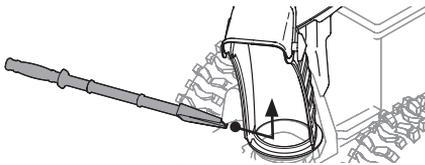

Figure 74
4. Utilisez le côté en forme de pelle de l'outil de dégagement pour déplacer et retirer la neige et la glace accumulées à l'intérieur et autour de la goulotte. Utilisez toujours l'outil de dégagement de la goulotte (pièce no 931-2643). N'utilisez jamais vos mains. Consultez le document Pièces et garantie pour commander l'outil de dégagement de la goulotte. Voir Figure 74.